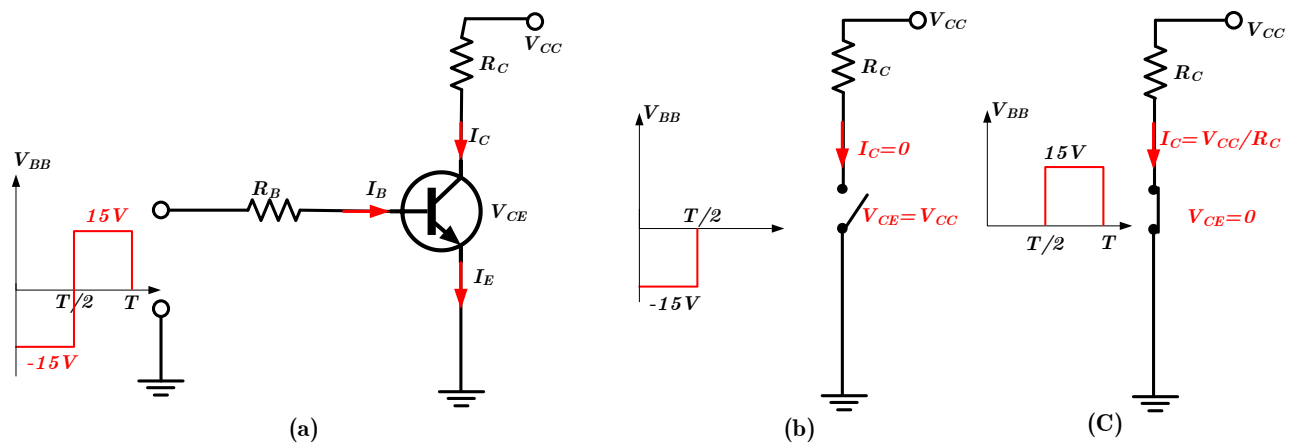

Figure 4.34
- Lorsque la tension d'entrée à la base est suffisamment négative, le transistor est bloqué, et aucun courant ne circule dans la charge du collecteur [voir Figure 4.34 (a)]. En conséquence, il n'y a pas de chute de tension aux bornes de R_C et la tension de sortie est idéalement V_{CC} , c'est-à-dire :
Cette condition est similaire à celle d'un interrupteur ouvert (c'est-à-dire état OFF), comme le montre la figure. 4.34 (b).
Cette condition est similaire à celle d'un interrupteur fermé (c'est-à-dire, état ON), comme le montre la figure 4.34 (c).
Dans la figure 4.34 ; l'impédance d'entrée vue depuis la base de Q2 est :